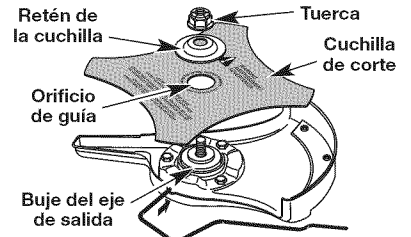

Fig. 7
1. Coloque la cuchilla de corte en el buje del eje de salida (Fig. 7).